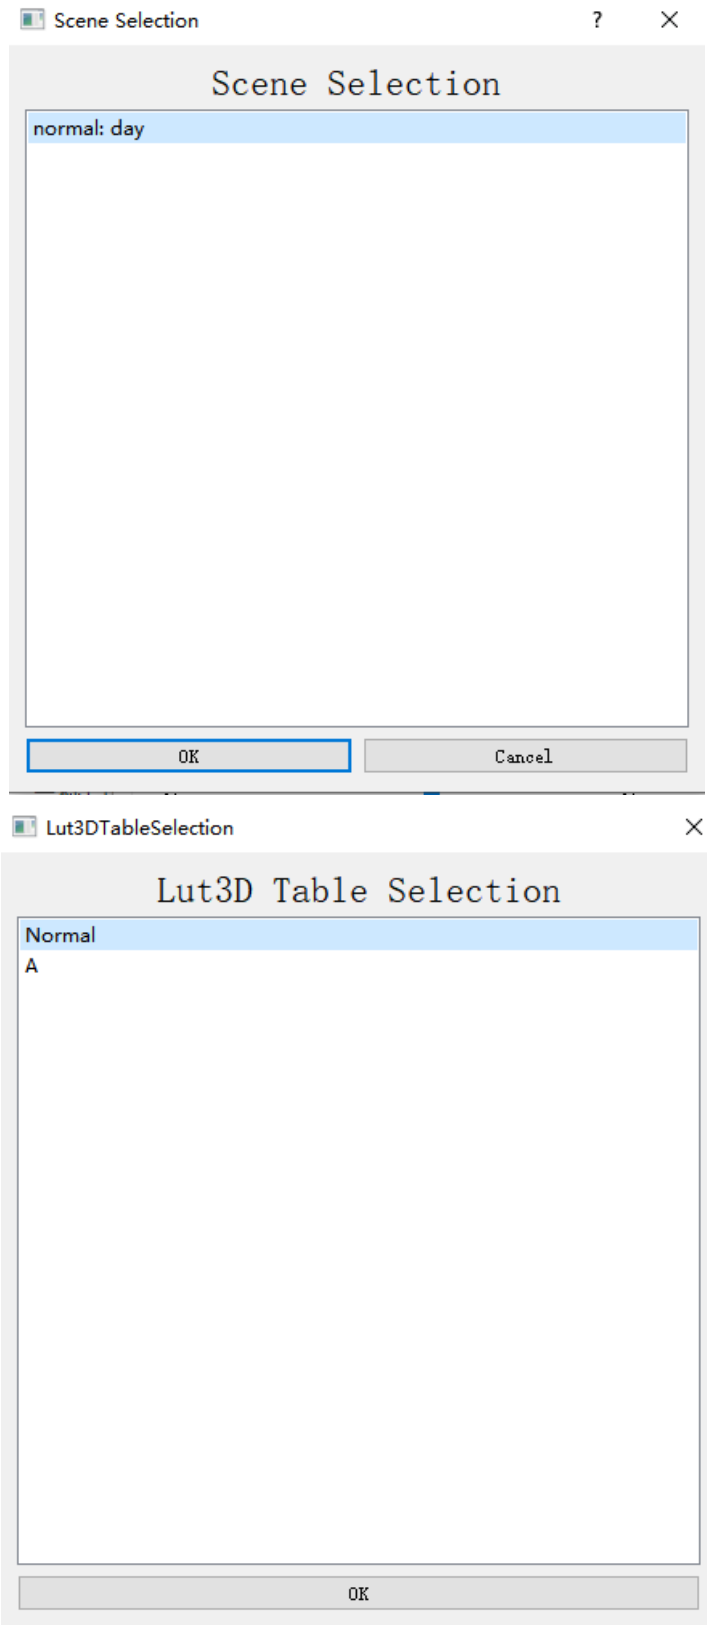

图2-6-3
2. Load IQ File: 点击Load IQ File 导入IQ参数，选择要导入的场景和Lut3D table，如图2-6-3所示；